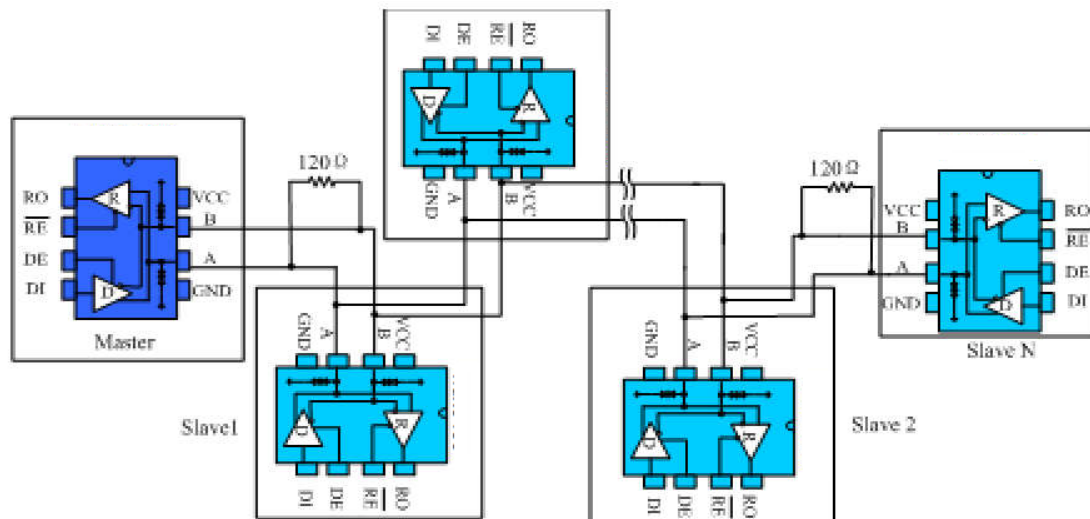

图 10 手拉手式 RS485 半双工通讯网络
**4.2 手拉手式组网：** 又称菊花链拓扑结构，是 RS485 总线布线的标准及规范，是 TIA 等组织推荐使用的 RS485 总线拓扑结构。其布线方式就是主控设备与多个从控设备形成手拉手连接方式，如图 10 所示，不留分支才是手拉手的方式。这种布线方式，具有信号反射小，通讯成功率高等优点。